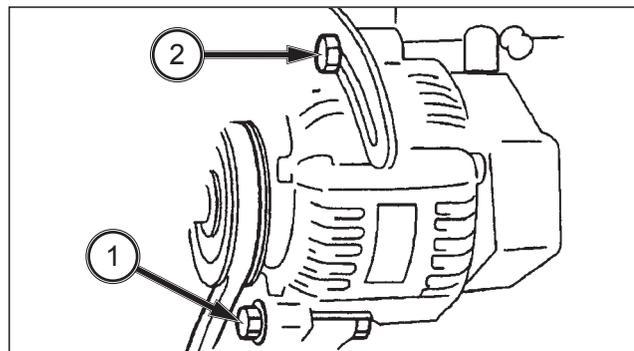

FIG. 159
**FIG. 159 :** Pour régler la tension de la courroie du ventilateur, desserrez le boulon pivot de l'alternateur (1) et le boulon de la patte de tension (2). Tirez sur le haut de l'alternateur pour tendre correctement la courroie et serrez d'abord le boulon (2), puis le boulon pivot (1).